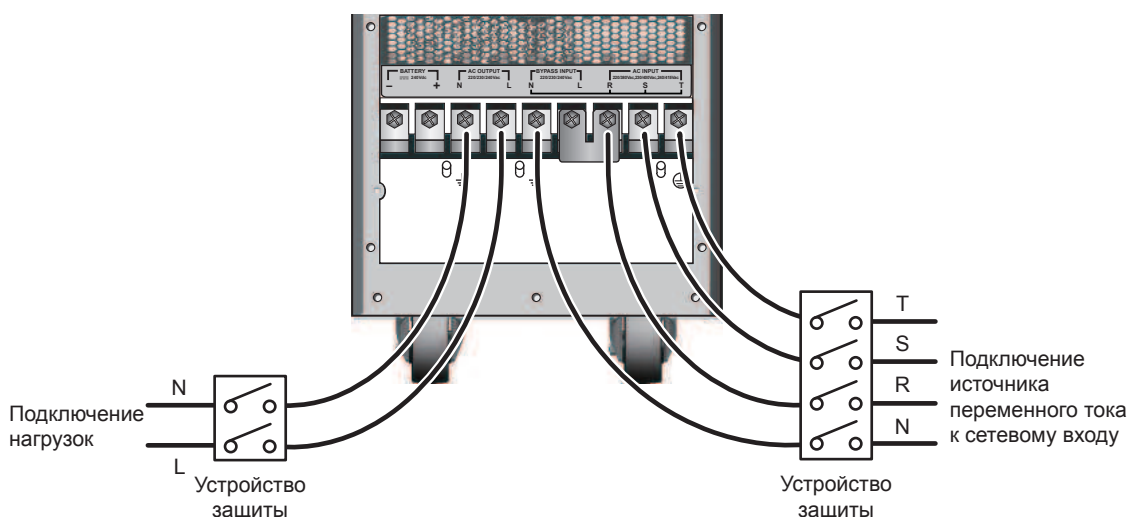

Рис. 6-8. Схема установки устройств защиты для ИБП с одним входом
- При подключении ИБП к питающей сети переменного тока и к нагрузке настоятельно рекомендуется установить аппараты защиты. В качестве аппаратов защиты необходимо выбрать устройства, имеющие сертификат безопасности (см. таблицу ниже и *Рис. 6-8, 6-9*).